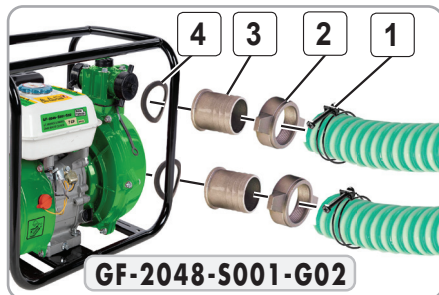

Fig.5
- pentru conectarea motopompei trebuie să folosiți furtune de aspirație/refulare cu armatură neexpansibilă fixate cu colierele (se achiziționează separat) (Fig.5);